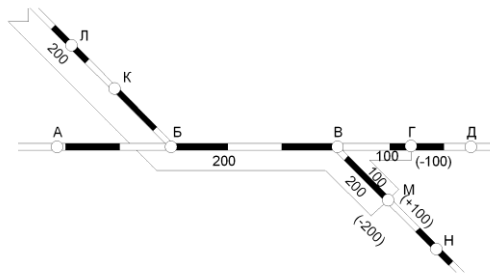

Рисунок 2. Действующая схема развоза зерна
- а) Строится действующая схема развоза груза, рисунок 2;